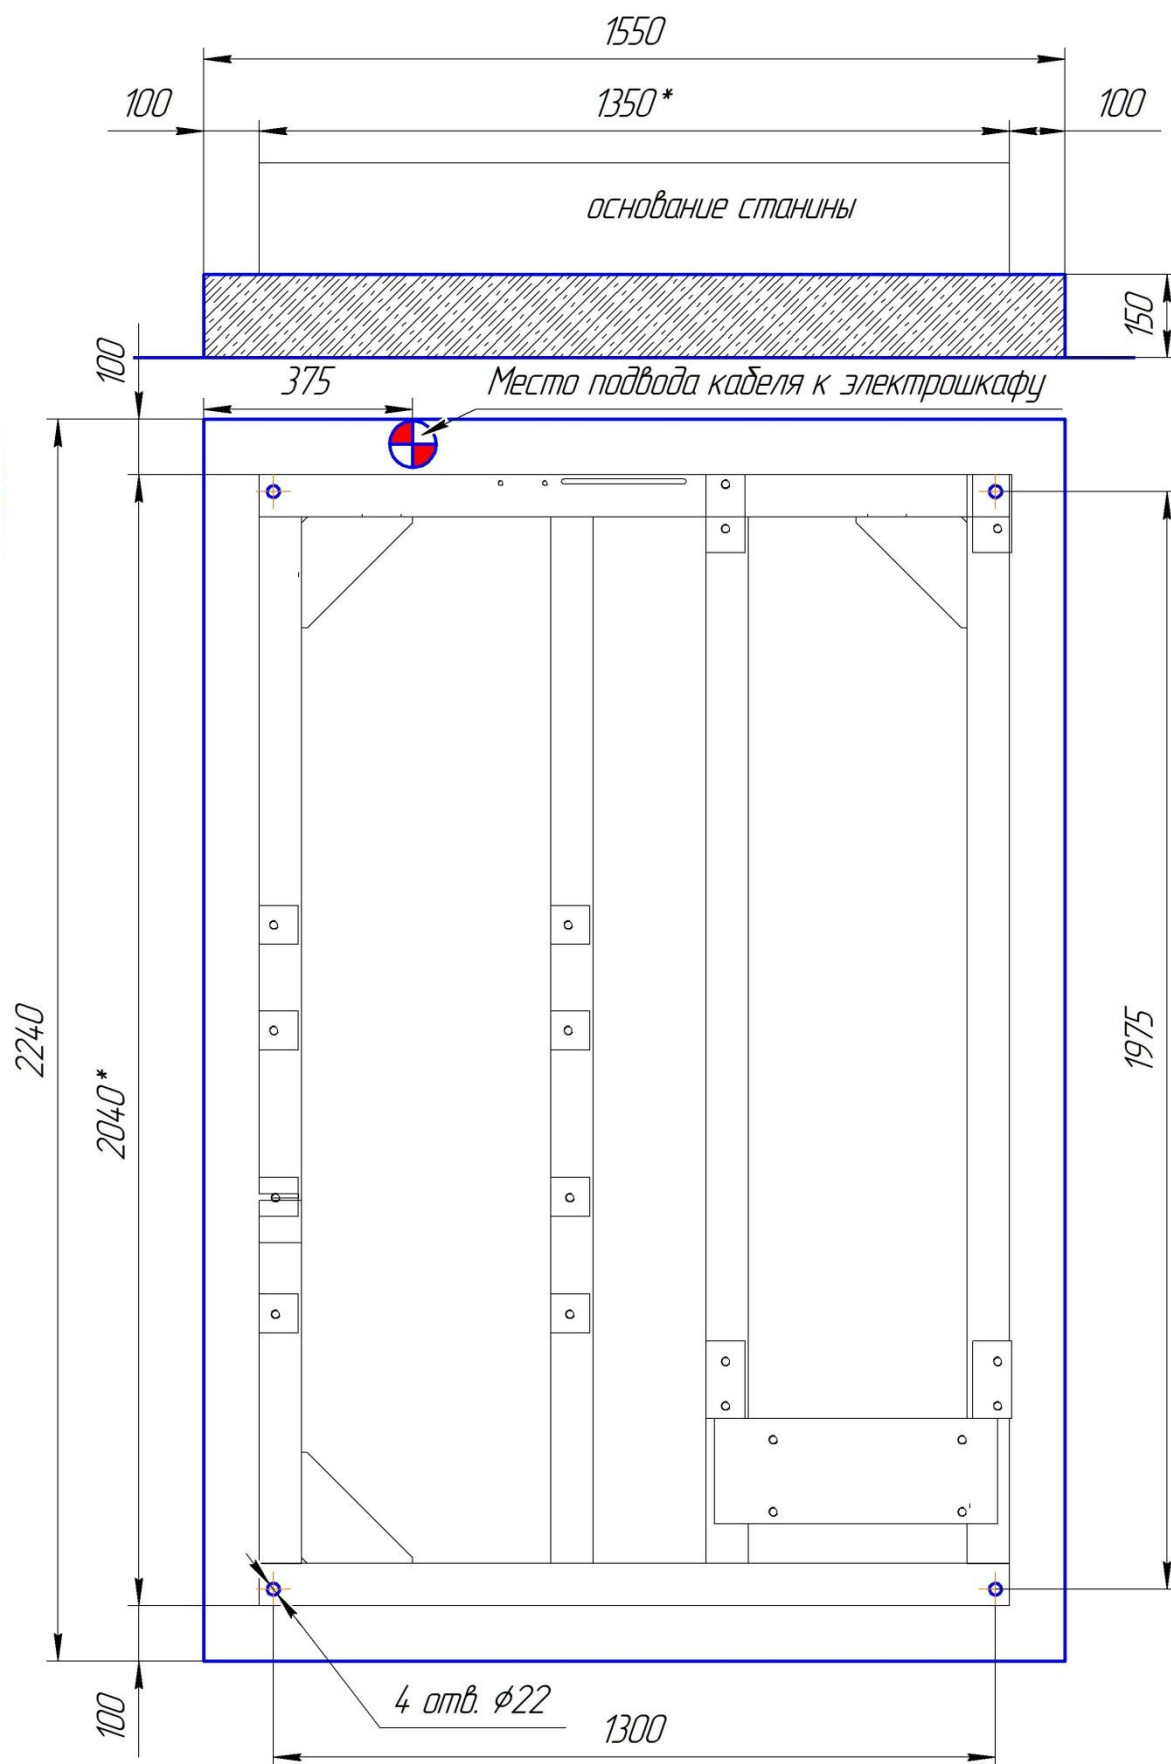

Рис. 16. Схема установки станка
9.4.1. Схема установки станка модели СФ20-4П приведена на рис. 16